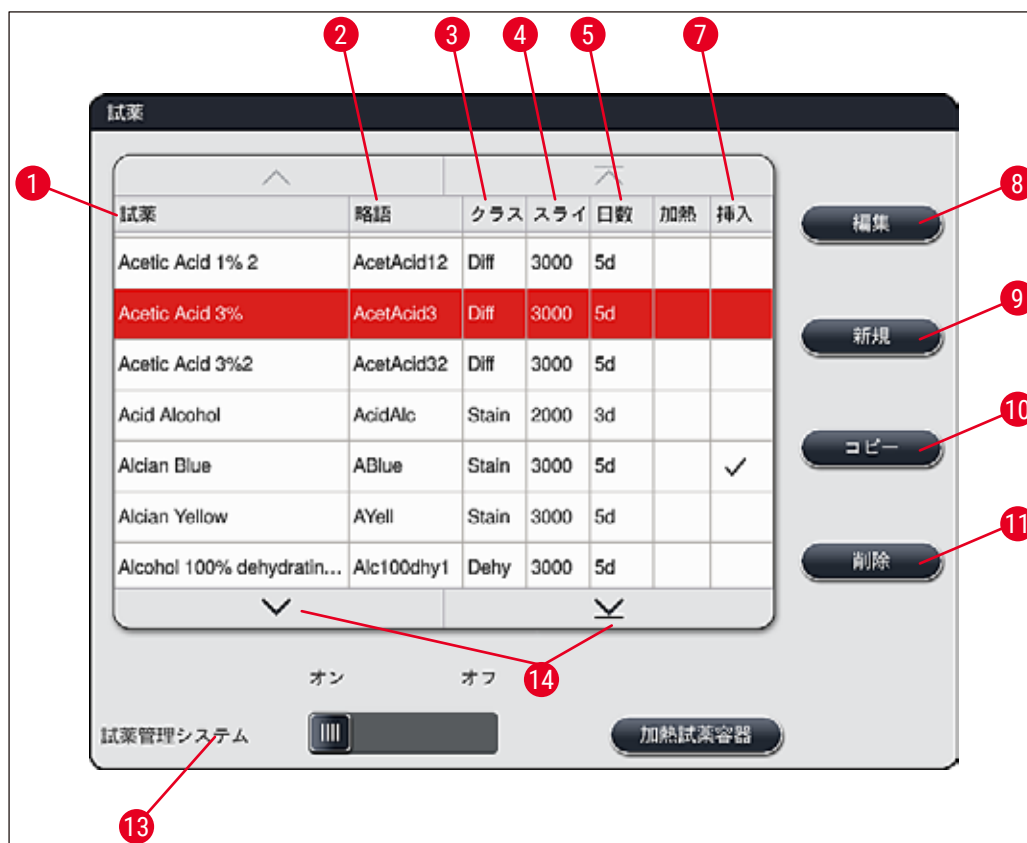

図 36
- 試薬リスト (→「図 36」) でコピーする試薬をタッチ (選択) し、「コピー」 (→「図 36-10」) ボタンを押します。
- 試薬リスト (→「図 36」) で変更する試薬をタッチ (選択) し、「編集」 (→「図 36-8」) ボタンを押します。